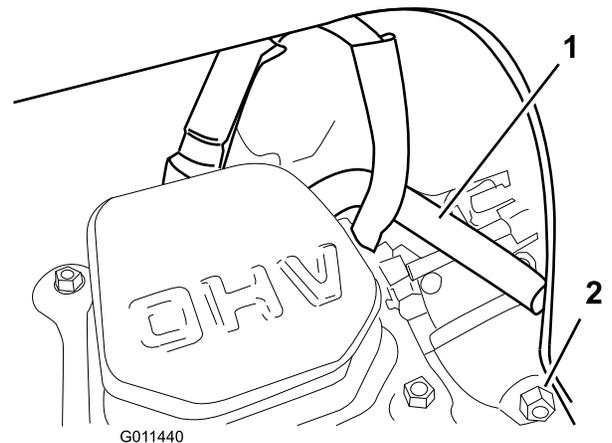

Figure 30
**Remarque:** Veillez à faire passer le tube de reniflard au-dessus du fil de la bougie, comme montré à la Figure 30.